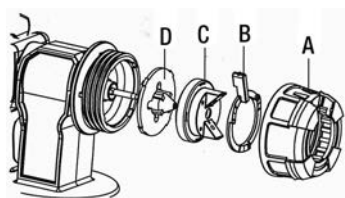

Figure 5
- 1) Desserrez et retirez l'écrou de verrouillage (A) Fig.5 et le levier de réglage de largeur (B).
- 2) Retirez le capuchon de la buse (C).
- 3) Retirez la buse (D) et remplacez-la avec la buse de taille désirée. Réinstallez les pièces dans ordre inverse.